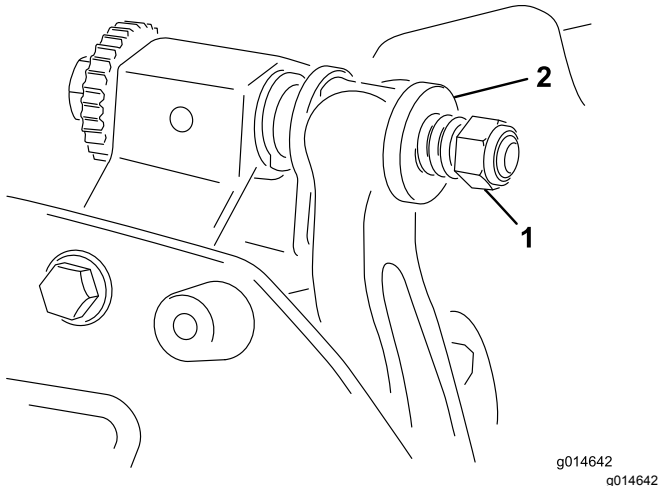

Figura 21
5. Apriete la tuerca de tensado del muelle hasta que el muelle esté comprimido del todo, luego aflójela ½ vuelta (Figura 21).